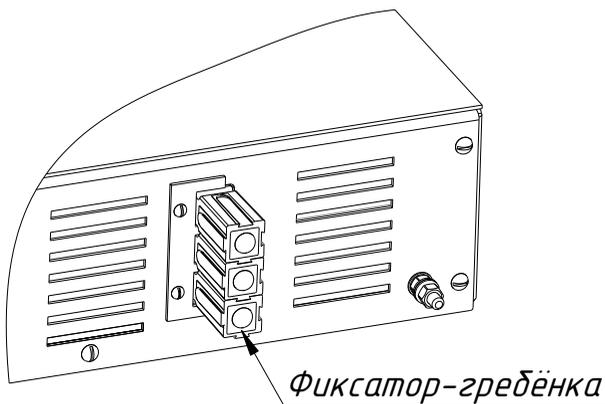

Рисунок 6 — Подключение кабельного разъема к изделию
- установите фиксаторы-гребенки подключенных к изделию кабельных разъемов (входят в комплект поставки) и закрепите их винтами от снятых ранее защитных заглушек (см. рисунок 6).